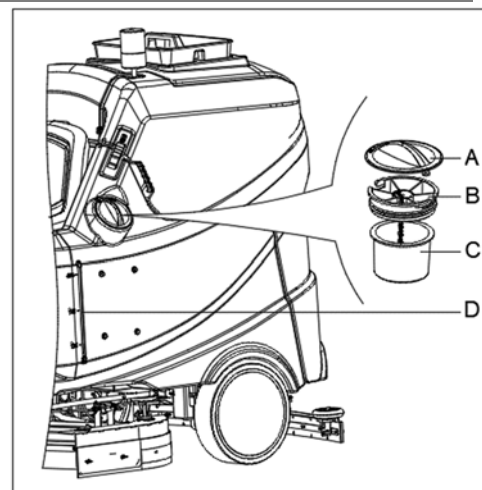

Figura 11
1. Deschideți capacul intrării pentru apă (A, Figura 11).